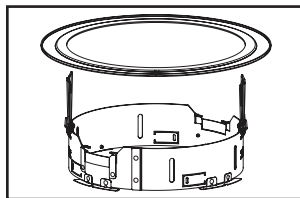

Figura 27.
- Deslice el anillo de banda adaptadora (opcional) por encima de la unidad del anillo adaptador, mientras sostiene los muelles de montaje en forma vertical (Figura 27).